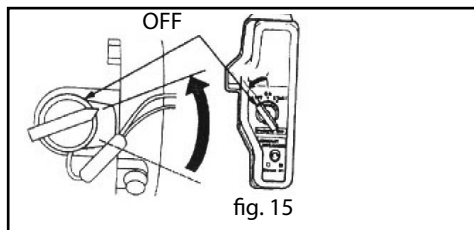

fig. 15
1. Coloque el interruptor del motor en posición OFF (Fig. 15).